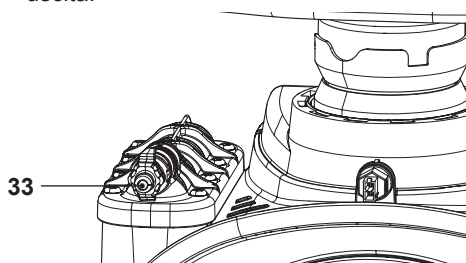

Figura 6.4
- Prima di allentare il raccordo di sfiato scambiatore primario condensante 33 in Figura 6.4 collegare un tubicino di scarico al portagomma per far defluire l'acqua in uscita.